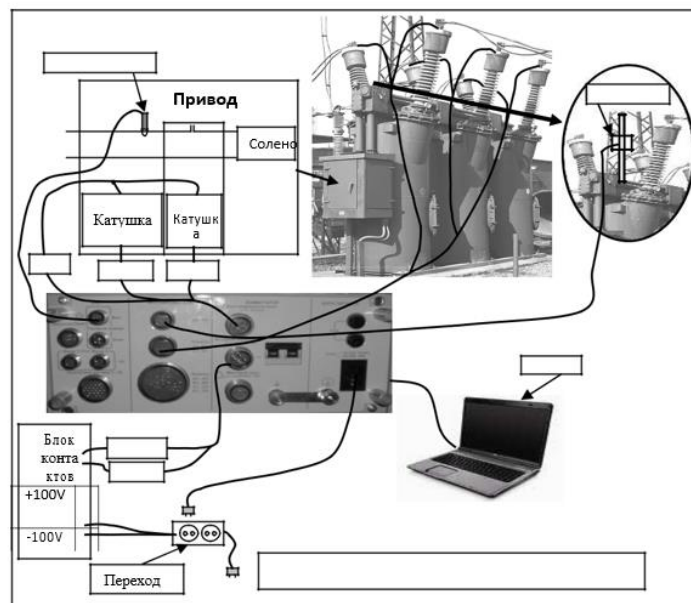

Рис.9
5. Руководствуясь рис. 9, разработать методику установка датчиков ДП21 и ДП12 на выключателях следующих марок МКП-220, У-220, МКП-110, У-110, ВМО-35, МКП-35, С-35, У-35.